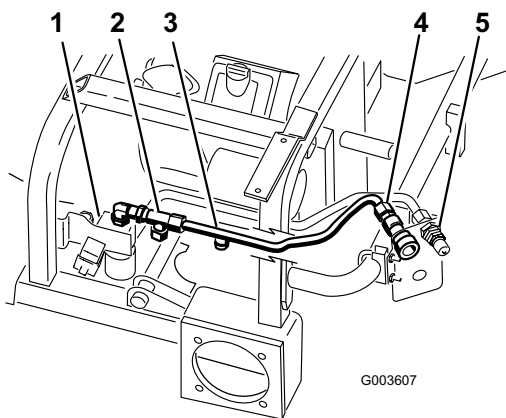

Bild 15
4. Positionieren Sie die Hydraulikleitung Nummer 2 in der Maschine, siehe Bild 15.
5. Befestigen Sie die Hydraulikleitung Nummer 2 am T-Stück, das am 90-Grad-Anschlussstück und oben am Ventil montiert ist (Bild 15).
6. Befestigen Sie die Hydraulikleitung Nummer 2 an der oberen Kupplung mit Außengewinde (Bild 15).